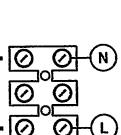
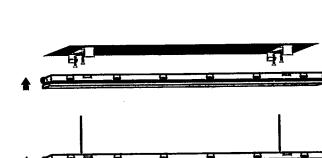

Рис. 2
Рис. 3
4.Присоедините подготовленные концы проводов к позициям L, N в клеммном зажиме, установите лампадодержатели в монтажные отверстия, затяните винты, проверьте надежность электрических соединений (Рис.2).
6.Установите светильник на поверхности или на подвесе при помощи крепежных скоб (Рис.3).
- 5.Установите колпачок на одну сторону (Рис.2) и наденьте рассеиватель на светильник (Рис.3), закрепите его при помощи колпачка с другой стороны (Рис.4).
- 4.Присоедините подготовленные концы проводов с коннектором (Рис. 2,3)